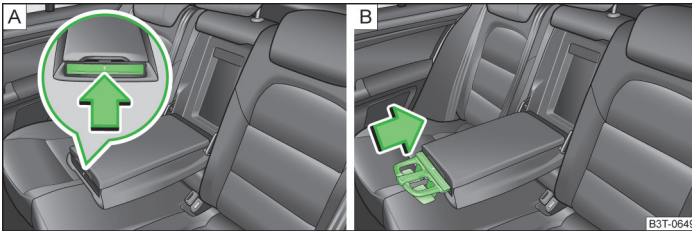

Abb. 69 Armlehne hinten: Getränkehalter herauschieben / Getränkehalter hineinschieben
- Auf die Stirnseite der Armlehne in Pfeilrichtung drücken » Abb. 69 - , der Getränkehalter fährt heraus.
- Um den Getränkehalter wieder hineinzuschieben, auf den mittleren Teil des Getränkehalters drücken » Abb. 69 -  und diesen in die Armlehne in Pfeilrichtung hineinschieben.